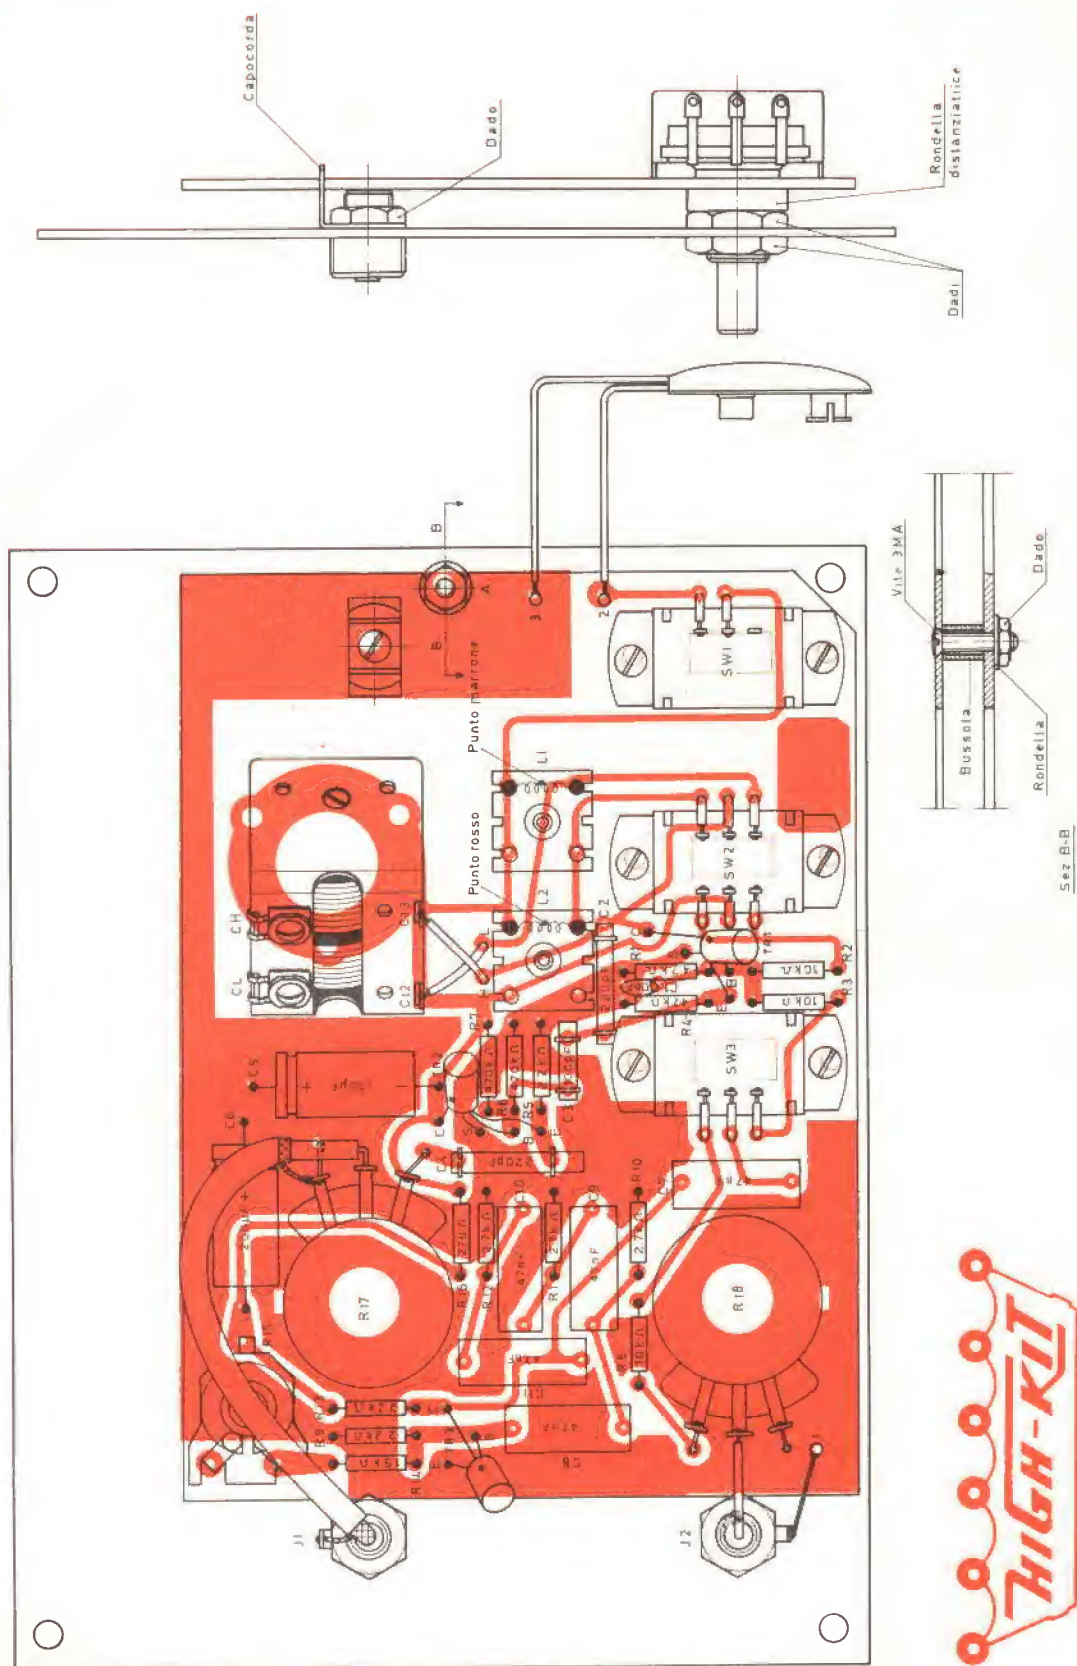

Fig. 4 - Asieme di montaggio dei componenti
### I FASE - Montaggio dei componenti sul circuito stampato - Fig. 4
Per facilitare il montaggio la fig. 4 mette in evidenza dal lato bachelite la sistemazione di ogni componente.
- Montare il clips a molla - fig. 4 - orientandolo secondo il disegno e fissandolo con una vite da 3 x 6 mm, rondella e dado.
### Montaggio delle parti staccate - Fig. 4